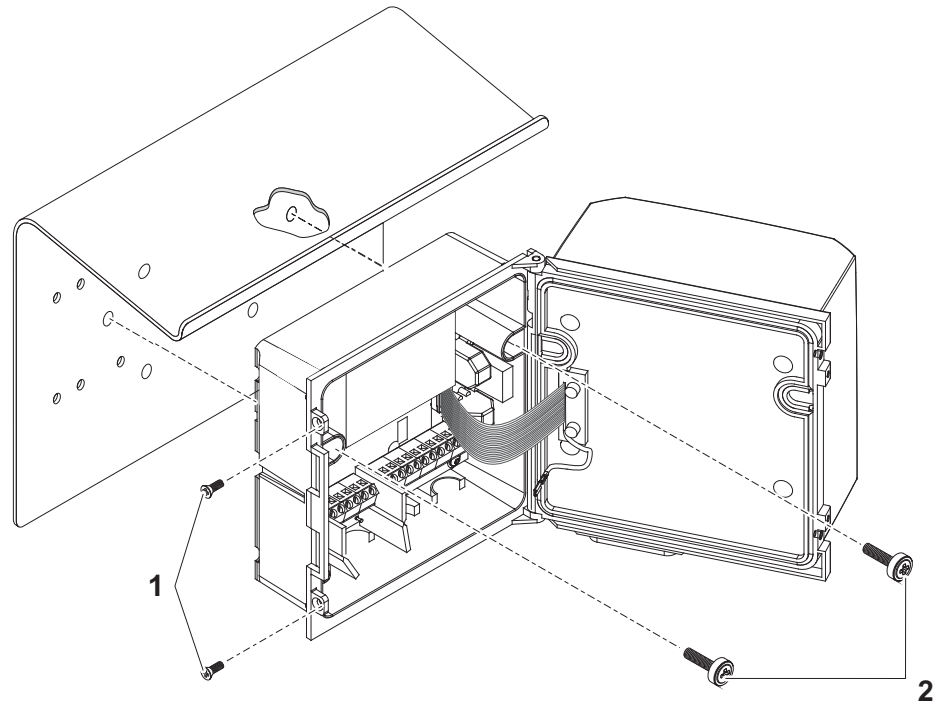

figure 3-8 Montage du DIQ/S 281 avec le toit de protection SD/K 170
- 1 Retirer les deux vis à tête fraisée (pos. 1 figure 3-8) et ouvrir le couvercle du module.
- 2 Poser le transmetteur universel sur le toit de protection et le visser avec les deux vis (pos. 2 figure 3-8).
- 3 Fermer le couvercle et le fixer avec les deux vis à tête fraisée (pos. 1 figure 3-8).